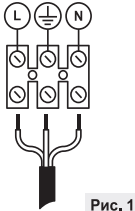

Рис. 1
3. Присоедините концы подготовленного кабеля к позициям L, N, Ө кабеля светильника любым способом, требуемым Правилами устройства электроустановок (Рис. 1).
3. Приєднайте кінці підготовленого кабелю до позицій L, N, Φ кабелю світльника будь-яким способом, необхідним Правилами влаштування електроустановок (Рис. 1).